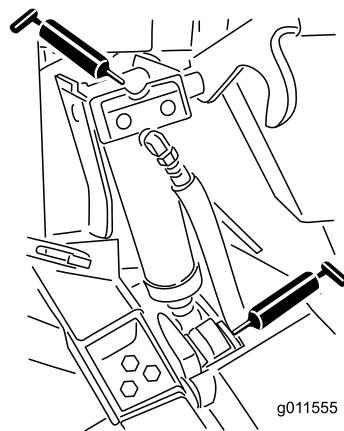

Figura 72
- 4 boccole del cilindro di sollevamento (Figura 72)